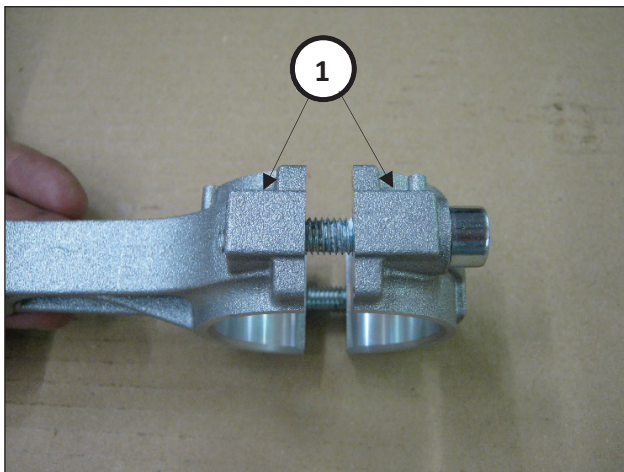

Рис. 9
- Присоедините крышки шатуна к соответствующим стержням (Рис. 9, поз. ①). **Обратите внимание на правильное направление сборки крышек.**